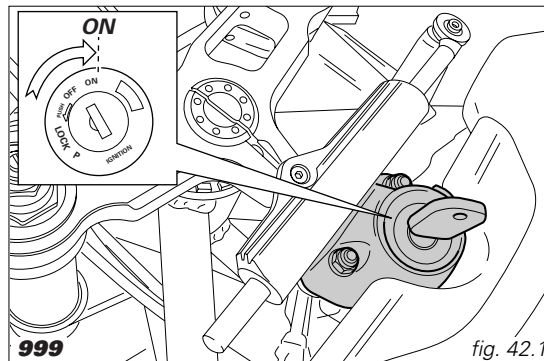
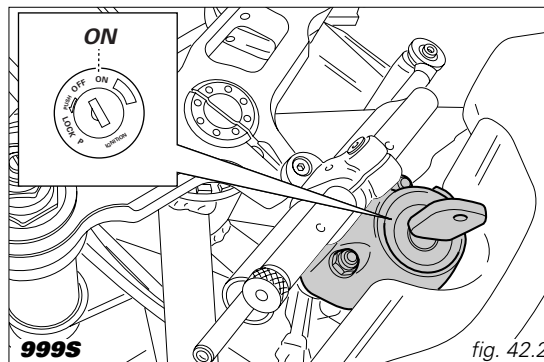

fig. 42.1
fig. 42.2
1) Colocar el interruptor de encendido en posición **ON** (fig. 42.1 y fig. 42.2). Controlar que el indicador verde **N** y el rojo  ubicados en el salpicadero se encuentren iluminados.